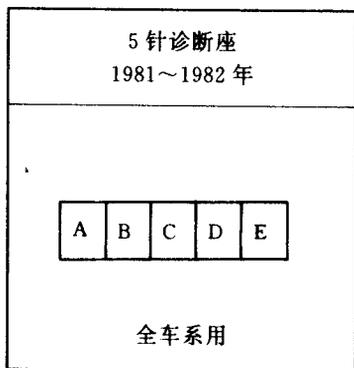

图 1-4
(3) 5 针诊断座(1981~1982 年)(图 1-4)